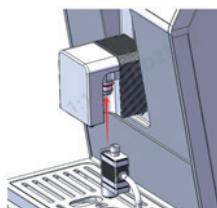

Рис. 4
Установите систему в блок подачи кофе (2) кофемашины (Рис.4), крепко прижав его до щелчка.